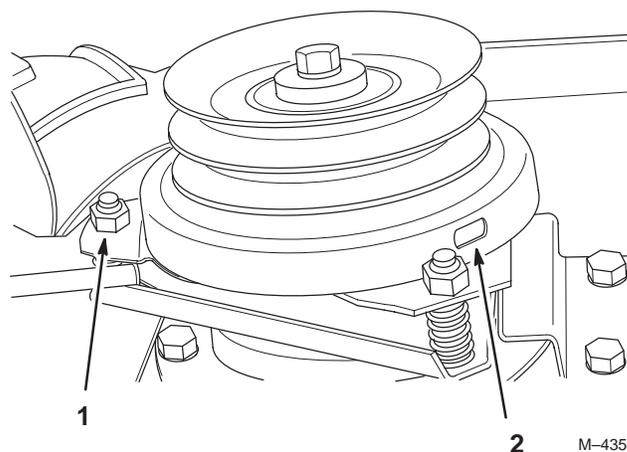

Bild 34
2. Ziehen Sie die Sicherungsmuttern an den Flanschbolzen zum Einstellen der Kupplung fest oder lockern sie (Bild 34).